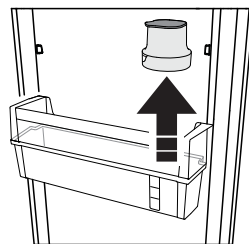

Fig. 4
- Demontați filtrul din raft (Fig. 4)